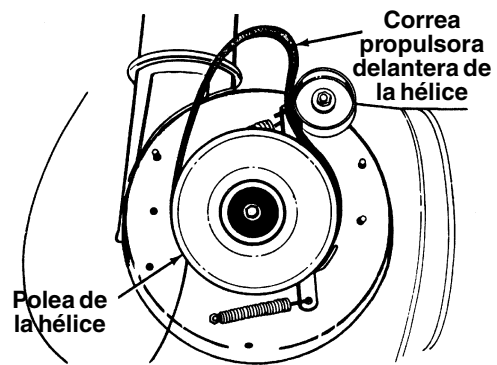

Figura 26
- Separe el armazón del conjunto del armazón parándose en la posición operativa y levantando de los mangos. El armazón y la armadura se separarán, y la correa propulsora posterior de la hélice saldrá de la polea. Vea la Figura 26.
- Para extraer la polea propulsora delantera, empuje la polea intermedia hacia la izquierda y levante la polea propulsora delantera, de la polea delantera de la hélice. Vea la Figura 26. Reemplace ambas correas propulsoras de la hélice siguiendo las instrucciones en orden inverso.